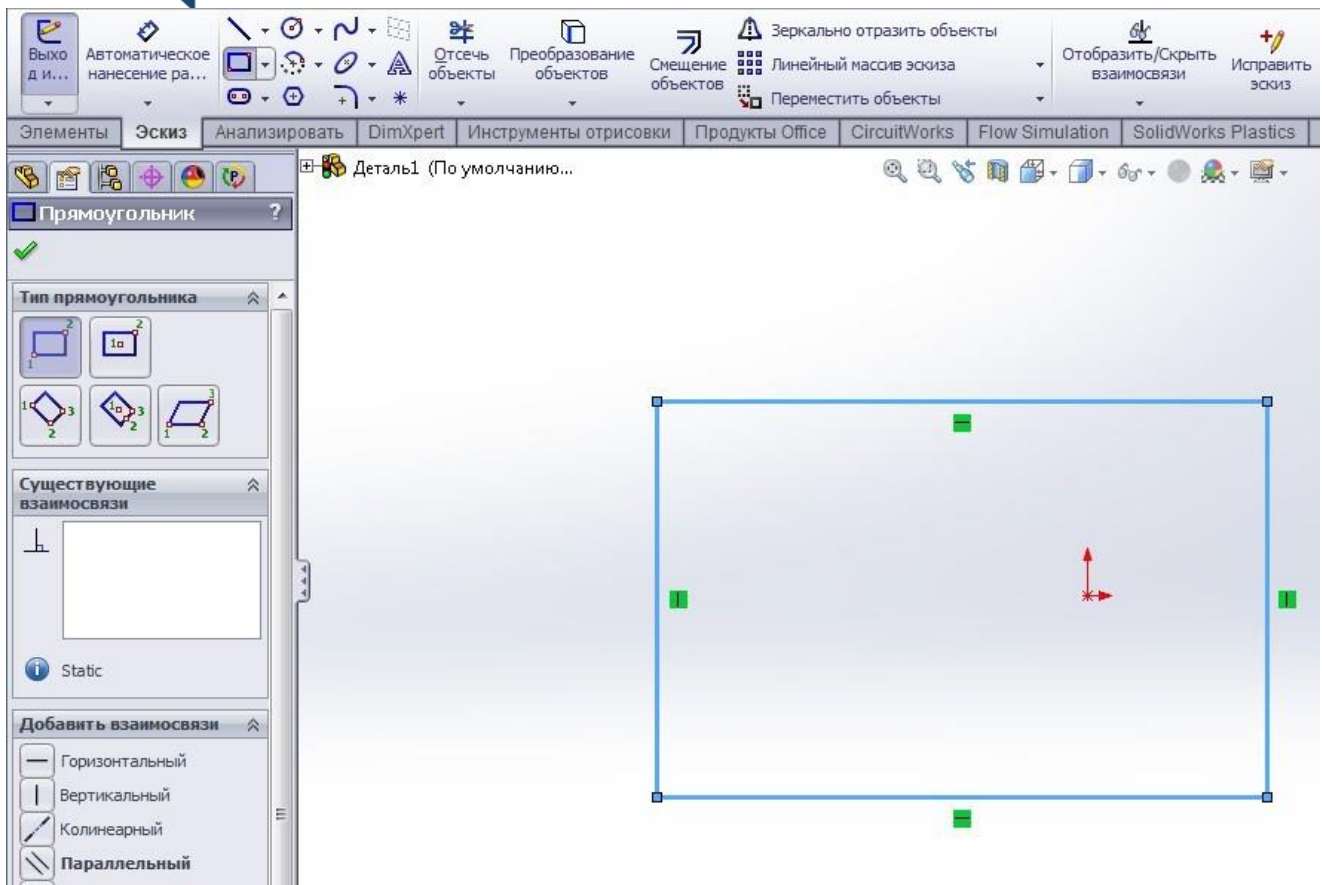

Рисунок 1.10 - Відображення прямокутника
3.3. Активувати функцію "Прямокутник" у панелі інструментів **Ескіз** і викреслити прямокутник в ескізі, як показано на рис. 1.10.